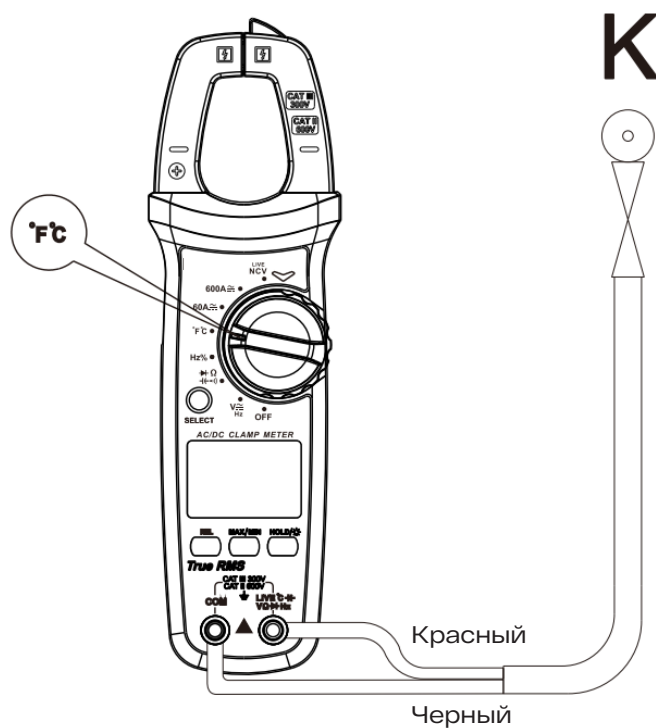

Рис. 5
4. Измерение температуры (рис. 5)